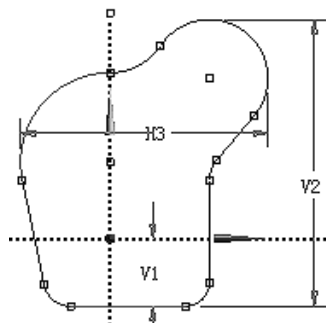

图 3.8.9 添加水平尺寸约束
(2) 标注水平尺寸。在 **Dimensions** 窗口中单击 **Horizontal** 按钮，标注图 3.8.9 所示的水平尺寸。